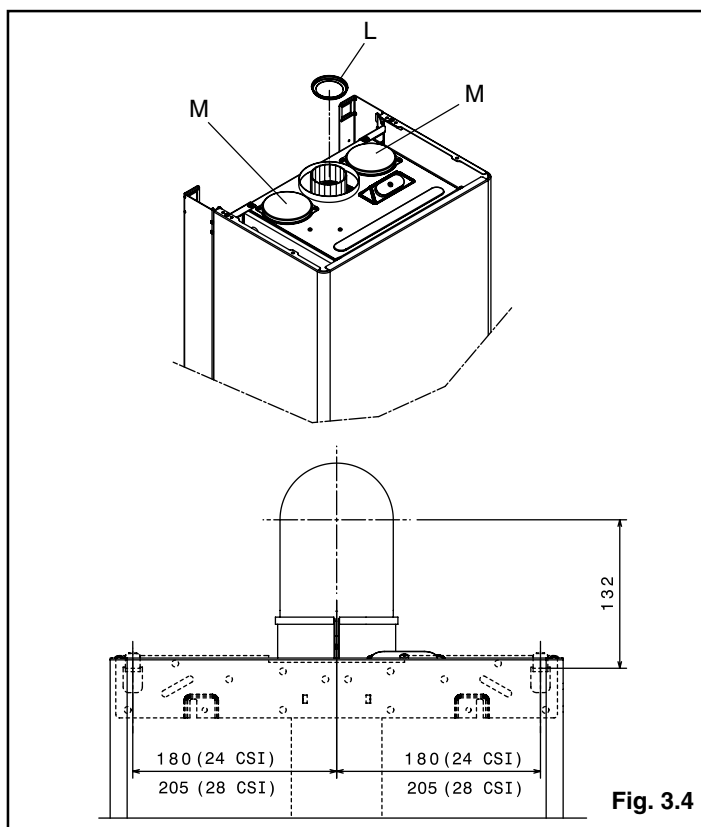

Fig. 3.4
La caldaia viene fornita predisposta per essere collegata a condotti di scarico/aspirazione coassiali e con l'apertura per l'aspirazione aria (M) chiusa (fig. 3.4). Gli scarichi coassiali possono essere orientati nella direzione più adatta alle esigenze del locale, rispettando le lunghezze massime riportate in tabella. Per l'installazione seguire le istruzioni fornite con il kit. In figura 3.4 sono riportate le quote di riferimento per la tracciatura del foro attraversamento muro Ø 105 mm rispetto alla piastra di supporto caldaia. Secondo la lunghezza dei condotti utilizzata, è necessario inserire una flangia scegliendola tra quelle contenute in caldaia (vedi tabelle riportate di seguito).